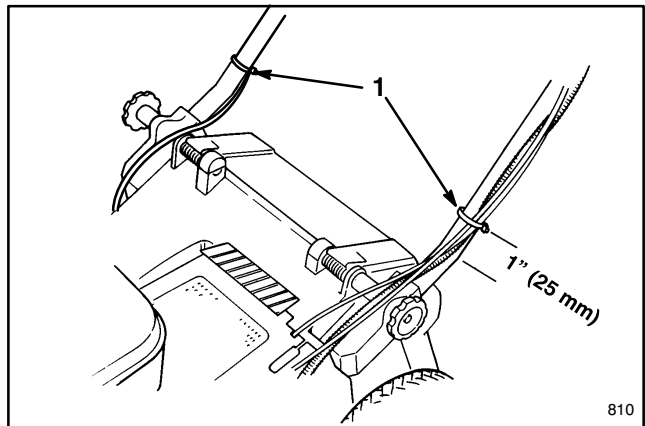

Abbildung 3
6. Die Kabel mit den Kabelhalterungen unten an den Griffstangen befestigen (Abb. 3). Die Kabelhalterungen sollten sich 25 mm oberhalb der Biegung in den Griffstangen befinden. Den richtigen Kabelverlauf finden Sie in Abb. 3.